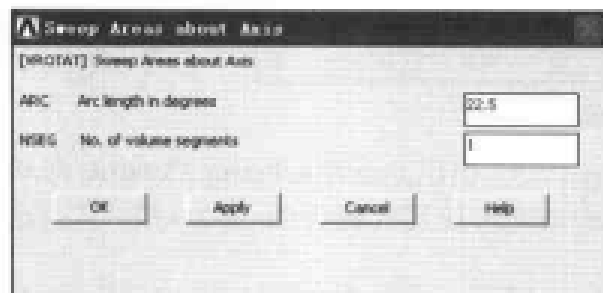

图 10-85 扫掠面生成体对话框
(24) 选择 Utility Menu | File | Save as 命令, 出现 Save Database 对话框, 在 Save Database to 文本框中输入 exercise61.db, 保存上述操作过程, 单击 OK 按钮关闭该对话框。
(25) 选择 Main Menu | Preprocessor | Modeling | Create | Keypoints | In Active CS 命令, 出现 Create Keypoints In Active Coordinate System 对话框, 在 NPT Keypoint number 文本框中输入 21, 在 X,Y,Z Location in active CS 文本框中依次输入 0、0、0, 单击 Apply 按钮, 在 NPT Keypoint number 文本框中输入 22, 在 X,Y,Z Location in active CS 文本框中依次输入 0、0.5、0, 单击 OK 按钮关闭该对话框。
(26) 选择 Main Menu | Preprocessor | Modeling | Operate | Extrude | Areas | About Axis 命令, 出现 Sweep Areas about 菜单, 单击 Pick All 按钮, 出现 Sweep Areas about 菜单, 在文本框中输入 21, 22, 单击 OK 按钮, 出现 Sweep Areas about Axis 对话框, 在 ARC Arc length in degrees 文本框中输入 22.5, 在 NSEG No. of volumes segments 文本框中输入 1, 如图 10-85 所示, 单击 OK 按钮关闭该对话框。